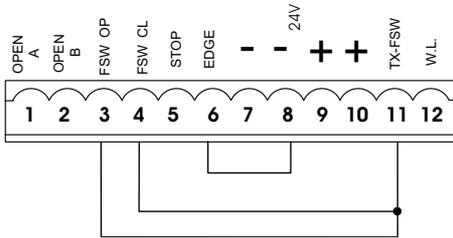

Abb. 5
**Anmerkung:** werden keine Sicherheitsvorrichtungen eingesetzt, so sind die Klemmen zu überbrücken, wie in Abb. 5 angegeben.
**Anmerkung: werden keine Sicherheitsvorrichtungen beim Öffnungsvorgang angeschlossen, so sind die Klemmen OP und -TX FSW mit Überbrückungsklemmen zu versehen (Abb. 5).**
**Anmerkung: werden keine Sicherheitsvorrichtungen beim Schließvorgang angeschlossen, so sind die Klemmen CL und -TX FSW mit Überbrückungsklemmen zu versehen (Abb. 5).**
**Anmerkung: werden keine Sicherheitsvorrichtungen Leiste angeschlossen, so sind die Eingänge EDGE und - zu überbrücken. (Abb. 5).**